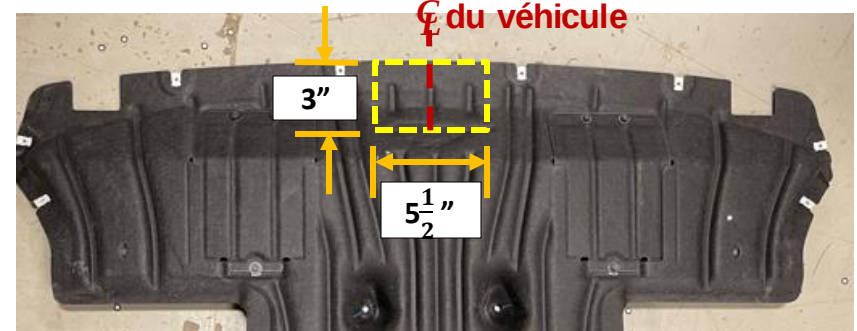

Figure 4
- Découper le couvercle inférieur** - À l'aide d'un ruban à mesurer, d'un marqueur et d'une meule à rectifier, mesurer, marquer et découper le carénage inférieur comme sur la **Figure 4**.